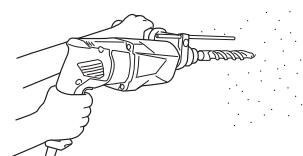

Fig. 8
(1) Monter le foret de perçage.
(2) Tirer l'interrupteur de déclenchement après avoir appliquée la pointe du foret sur la position de perçage désirée. (Fig. 8)
Quand le foret de perçage touche une poutre en fer, la mèche s'arrête immédiatement et la perceuse réagit en tournant. Par conséquent, tenir fermement la poignée principale et la poignée latérale, comme indiqué à la Fig. 8.